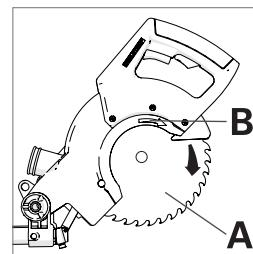

Fig. 19
Instale a lâmina nova na flange interior, certificando-se de que fica devidamente assente no ressalto da flange e depois liberte lentamente a proteção da lâmina inferior para a posição fechada original. Certifique-se de que a seta de rotação na lâmina (A) corresponde à seta de rotação no sentido dos ponteiros do relógio na proteção superior (B). (**Fig. 19**)